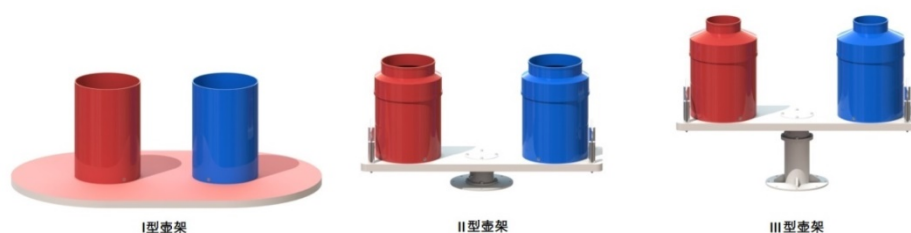

图 4 壶和壶架
c) 在比赛场地的内区中共有 5 个得分处，每处各有一个壶架，上面放着红壶和蓝壶各一个，如图 4 所示。壶是参赛队专属的，即，红壶属于红队，蓝壶属于蓝队。壶为 PVC 圆形桶，内径 305mm，高度 464mm，底部放置 30mm 厚的海绵作为缓冲垫。壶的纵轴与地面垂直。壶架有 I 型、II 型和 III 型三种。各队内区的一个 I 型壶架上固定着一对红、蓝壶，壶架底座固定在内区地面上，壶口高度为 500mm。在红、蓝内区交界处排列着三个得分处，两个 II 型壶架固定在两边，中间是 III 型壶架。每个架子上装着一对红、蓝壶。每个壶附近，有一个可供机器人抓持的把手。II 型、III 型壶架上的壶形与 I 型壶架稍有不同，它们是有收口壶颈的小口壶。在 II 型壶架上，壶口高度为 600mm，内径为 250mm。在 III 型壶架上，壶口高度为 800mm，内径为 160mm。II 型、III 型壶架的转动阻力矩在 3Nm~7Nm 的范围内。